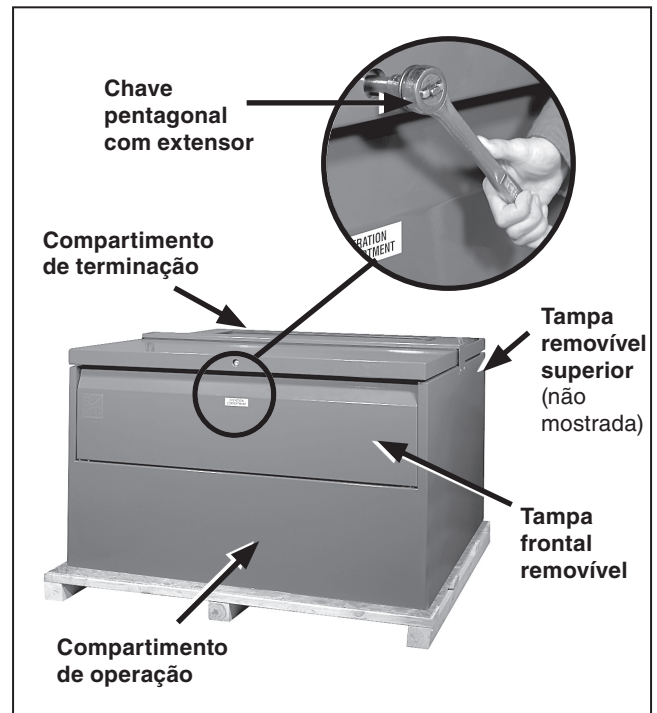

Figura 8. Solte os parafusos de cabeça pentagonal.
**PASSO 1.** Afrouxe os parafusos de cabeça pentagonal que prendem as tampas articuladas ao gabinete usando uma chave soquete pentagonal com extensor ou outro tipo de ferramenta pentagonal adequada. Ver Figura 8.